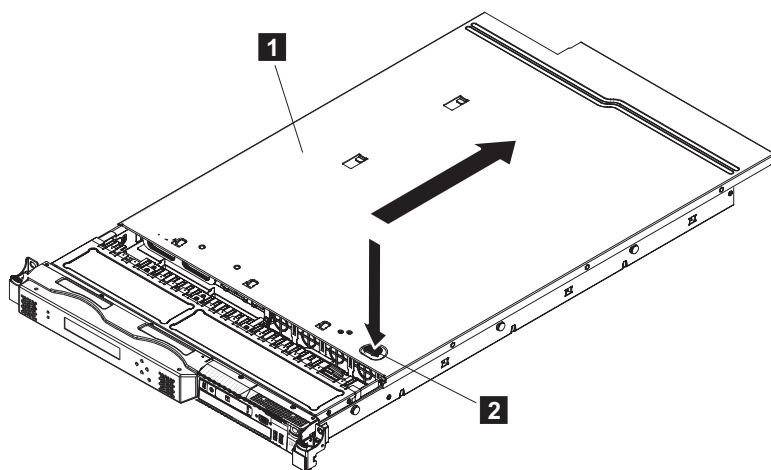

図 65. SAN ボリューム・コントローラー 2145-CG8 または 2145-CF8 カバーの取り外し
7. カバー (1) を固定している青色タブ (図 65 の 2) をしっかり押し込み、カバーがシャーシから外れるまで、カバーをノードの背面に向けてスライドさせます。